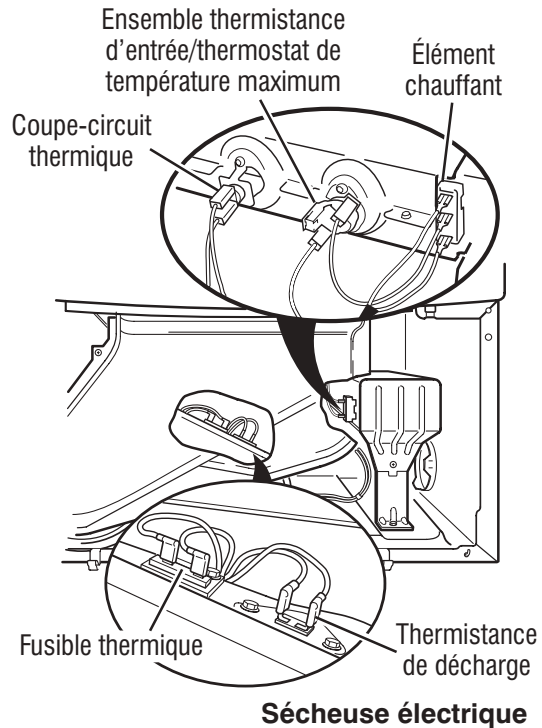

Figure 20a - Composants thermiques, sècheuse électrique, vue de face.
Repérer les composants à l'aide des figures 20a et 20b. Pour accéder aux composants du système de chauffage, consulter les instructions de démontage de la sècheuse, page 51.
**5.** Identifier le thermostat de température maximale (voir figures 20a et 20b, page 42). Contrôler la continuité à travers le thermostat en connectant les sondes de l'instrument de mesure sur les broches rouge et noir.
**NOTE :** La thermistance d'entrée fait partie du thermostat de température maximale sur la sècheuse électrique (voir figures 20a et 20b). Sur la sècheuse à gaz, la thermistance d'entrée est située sous le support à bride du MCP dans le conduit d'entrée du tambour (voir figure 28, page 55).